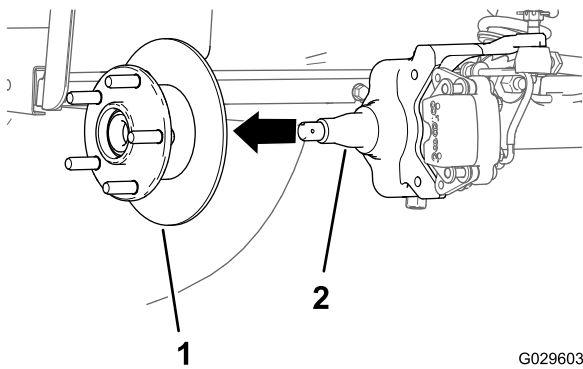

図 29
6. スピンドルからスピンドルナットを外し、スピンドルからハブローラアセンブリを取り出す 図 28 と 図 29。